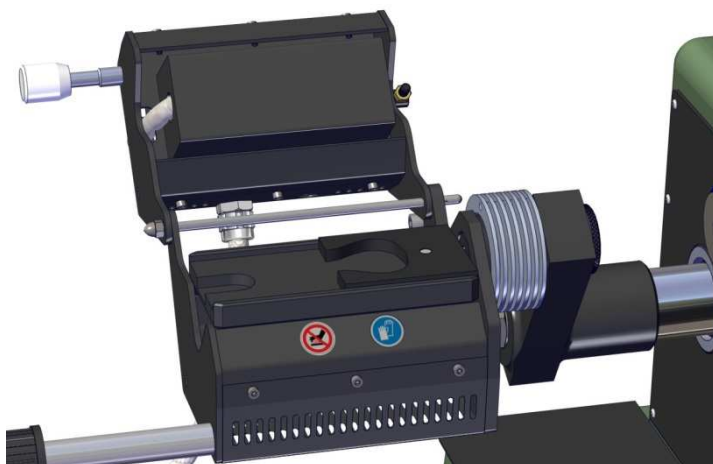
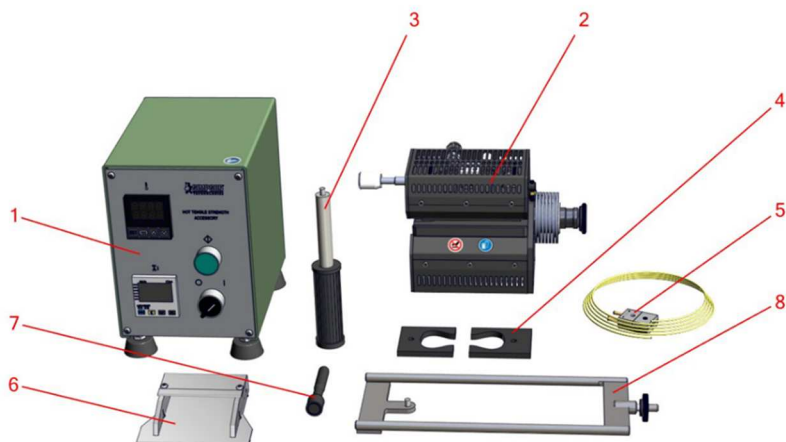

Figure 5.1.1
Figure 1: Composants
1. Installez la poignée de levage (Figure 1, N°3) dans l'orifice fileté situé au coin avant gauche inférieur de la plaque chauffante inférieure du Bloc Chauffant (Figure 1, N°2).
3. À l'aide de la poignée de levage (Figure 1, N°3), faites soigneusement glisser le Bloc Chauffant dans le trou de fixation situé sur le Bras de Serrage Mobile (Schéma 42104MAN, N°2) de l'Appareil Électronique Universel de Mesure de la Résistance du Sable. Ajustez la position du Bloc Chauffant (Schéma 42104MAN, N°1) de façon que la plaque chauffante inférieure soit parallèle à la base de l'appareil de mesure. Ceci est accompli en ajustant le support tige filetée et un écrou sur l'arrière de l'ensemble de bloc de chauffage, au bras de la machine électronique de la force du sable universel move able pince (figure 4.5.1.3). Installez à nouveau la vis moletée (Schéma de Montage 42104MAN, N°3) dans le Bloc Chauffant et serrez-la à la main pour maintenir le Bloc Chauffant en position sur l'appareil de mesure.
2. À l'aide de la poignée située sur le côté gauche de la plaque chauffante supérieure, levez cette dernière en position ouverte. Nettoyez tous les résidus de sable sur la surface des deux plaques chauffantes du Bloc Chauffant (Figure 1, N°2). (Si vous effectuez le test alternatif, ignorez élever la plaque supérieure de chauffage et le nettoyage du sable de la surface supérieure.) Enduisez les deux mâchoires et les surfaces des deux plaques chauffantes d'une légère couche d'agent de démoulage adapté à l'utilisation de sables enrobés de fonderie. À l'aide de l'extracteur magnétique, placez précautionneusement la mâchoire droite sur la goupille de positionnement droite, située sur la plaque chauffante inférieure (voir Figure 5.1.1). Mettez le pont en place (Figure 1, N°8), puis, à l'aide de l'extracteur magnétique, insérez la mâchoire gauche sur la plaque chauffante inférieure (voir Figure 5.1.2).
12. Remplissez l'écope (Figure 1, N°6) avec le sable enrobé à tester.
20. À l'aide de l'Extracteur Magnétique (Figure 1, N°7), retirez les mâchoires gauche et droite du Bloc Chauffant. L'éprouvette de sable brisée doit rester entre les mâchoires lorsque ces dernières sont retirées.
23. Après avoir retiré les éprouvettes de sable brisées, nettoyez les deux mâchoires et enduisez ces dernières ainsi que les surfaces des deux plaques chauffantes d'une légère couche d'agent de démoulage adapté à l'utilisation de sables enrobés de fonderie. À l'aide de l'extracteur magnétique, placez précautionneusement la mâchoire droite sur la goupille de positionnement droite, située sur la plaque chauffante inférieure (voir Figure 5.1.1). Mettez le pont en place (Figure 1, N°8), puis, à l'aide de l'extracteur magnétique, insérez la mâchoire gauche sur la plaque chauffante inférieure (voir Figure 5.1.2).